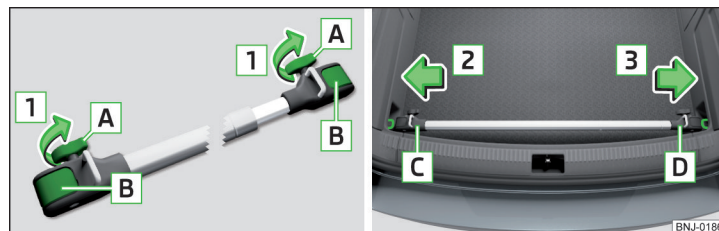

Fig. 105 Montarea suportului transversal: Slăbirea șuruburilor și deblocarea suporturilor / așezarea suportului transversal pe inelele de ancorare
- Pentru **montare**, slăbiți complet șuruburile **A** în sensul săgeților **1** și extrageți-le parțial. Deblocați suporturile **B** » fig. 105.